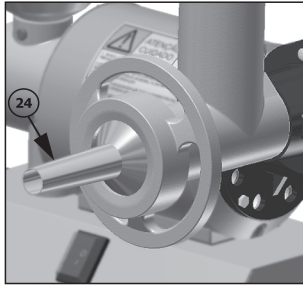

Figura 7
-Para o preparo de lingüiça, coloque o funil (24) para lingüiça antes do volante (55) conforme figura 7.
**Observação:** Quando utilizar o funil (24) para lingüiça o disco para moer a ser utilizado deve ser o (14) de 8mm e não há necessidades de utilizar a faca cruzeta.